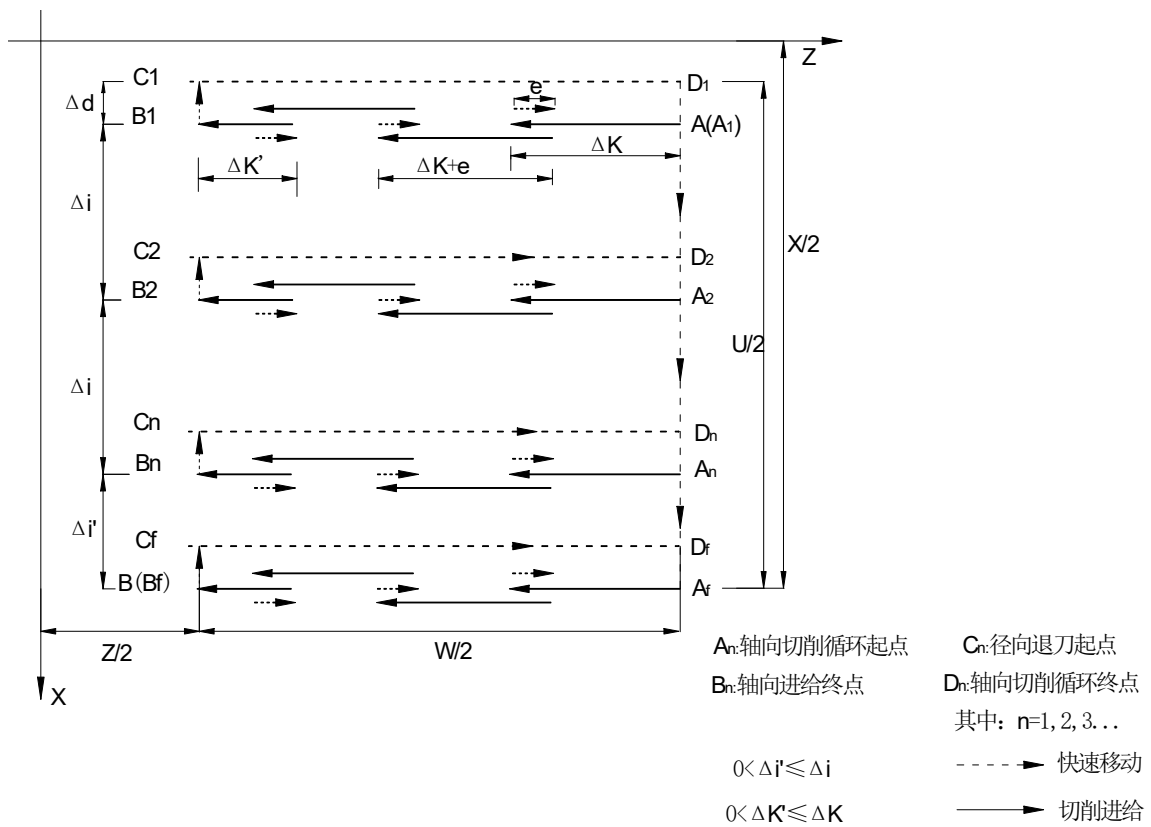

图 3-34 G74 轨迹图
**代码执行过程：**如图3-34。
① 从轴向切削循环起点 $A_n$ 轴向(Z轴)切削进给 $\Delta_k$ ，切削终点Z轴坐标小于起点Z轴坐标时，向Z轴负向进给，反之则向Z轴正向进给；
② 轴向(Z轴)快速移动退刀e，退刀方向与①进给方向相反；
③ 如果Z轴再次切削进给( $\Delta_k+e$ )，进给终点仍在轴向切削循环起点 $A_n$ 与轴向进刀终点 $B_n$ 之间，Z轴再次切削进给( $\Delta_k+e$ )，然后执行②；如果Z轴再次切削进给( $\Delta_k+e$ )后，进给终点到达 $B_n$ 点或不在 $A_n$ 与 $B_n$ 之间，Z轴切削进给至 $B_n$ 点，然后执行④；
④ 径向(X轴)快速移动退刀 $\Delta_d$ (半径值)至 $C_n$ 点， $B_f$ 点(切削终点)的X轴坐标小于A点(起点)X轴坐标时，向X轴正向退刀，反之则向X轴负向退刀；
⑤ 轴向(Z轴)快速移动退刀至 $D_n$ 点，第n次轴向切削循环结束。如果当前不是最后一次轴向切削循环，执行⑥；如果当前是最后一次轴向切削循环，执行⑦；
⑥ 径向(X轴)快速移动进刀，进刀方向与④退刀方向相反。如果X轴进刀( $\Delta_d + \Delta_i$ )(半径值)后，进刀终点仍在A点与 $A_f$ 点(最后一次轴向切削循环起点)之间，X轴快速移动进刀( $\Delta_d + \Delta_i$ )(半径值)，即： $D_n \rightarrow A_{n+1}$ ，然后执行①(开始下一次轴向切削循环)；如果X轴进刀( $\Delta_d + \Delta_i$ )(半径值)后，进刀终点到达 $A_f$ 点或不在 $D_n$ 与 $A_f$ 点之间，X轴快速移动至 $A_f$ 点，然后执行①，开始最后一次轴向切削循环；
⑦ X轴快速移动返回到起点A，G74代码执行结束。